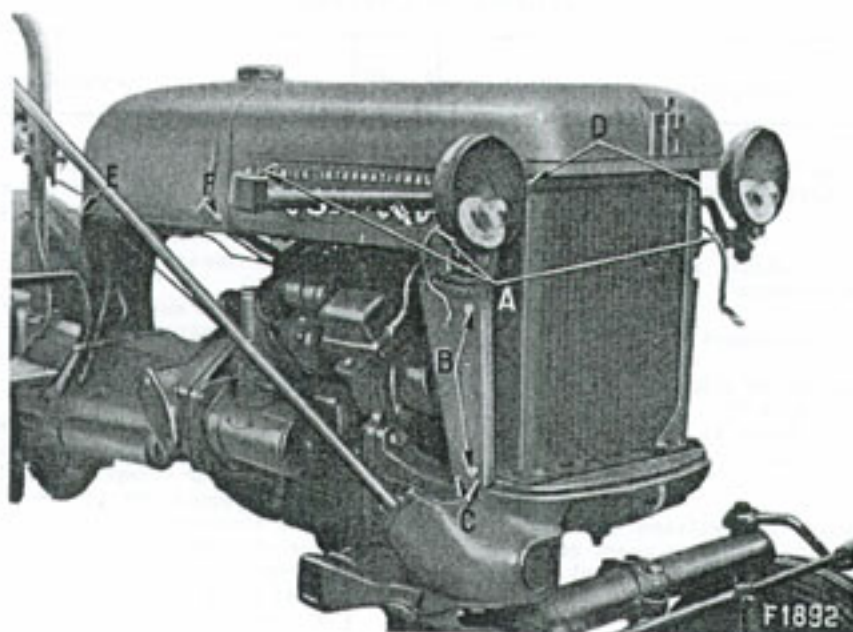

Figure 42
1. Enlevez le bouchon de radiateur et le chapeau du filtre à air. Débranchez les câbles "A" des phares avant (fig. 42) et tirez les câbles par les trous du capot.